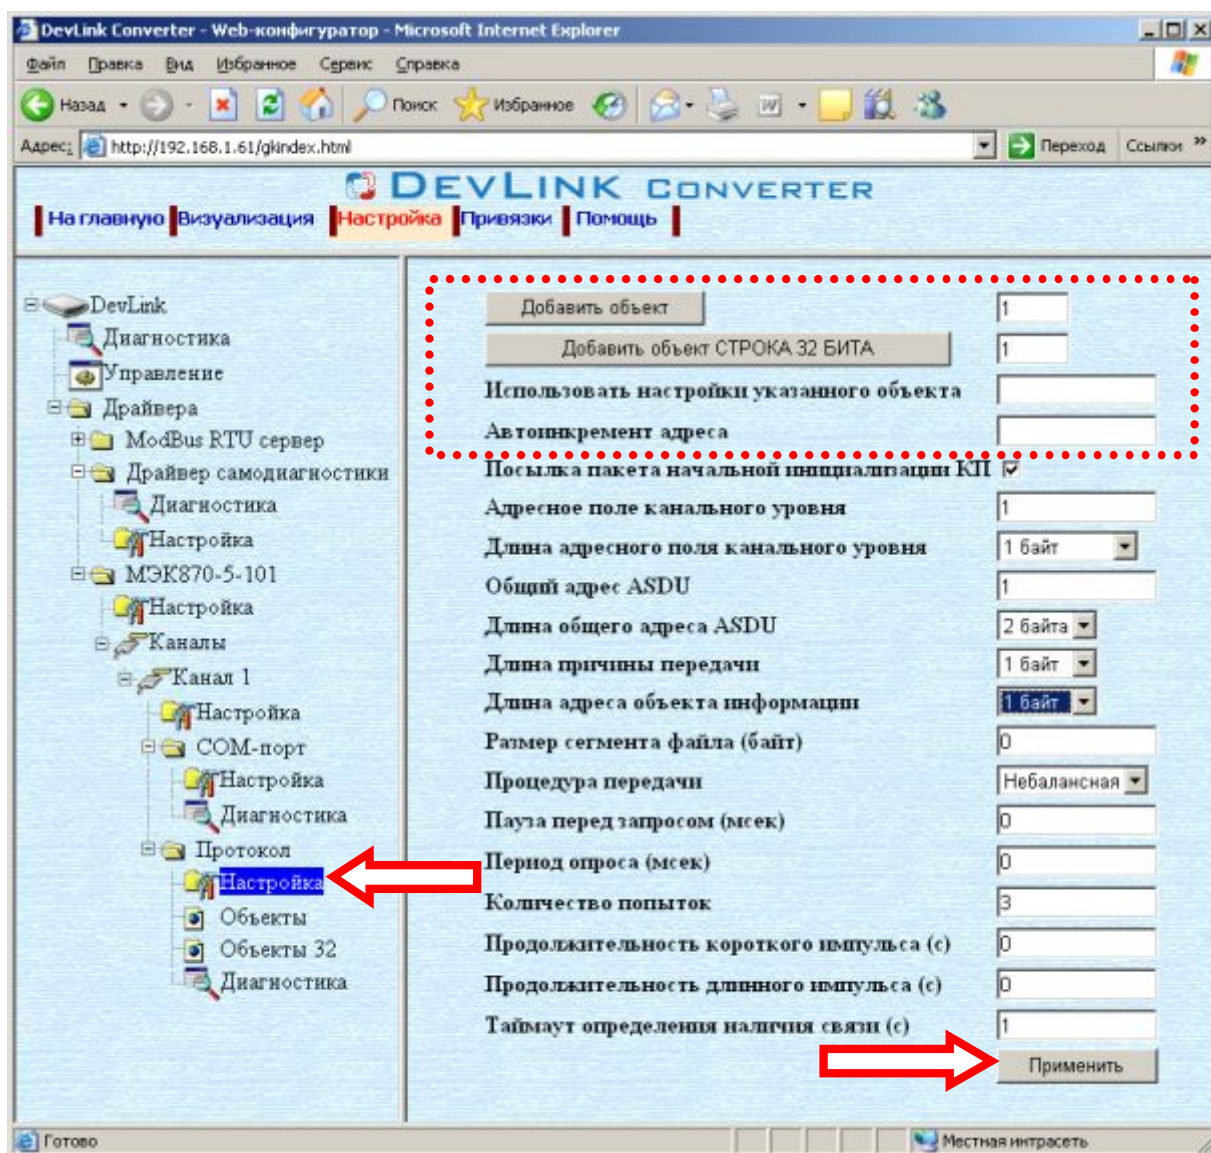

Рисунок 3.5 – Добавление объекта информации в канал
- Выберите в дереве объектов *папку «Настройка»* протокола драйвера нужного канала (рисунок 3.5).
- Нажмите на кнопку «Добавить объект...». В результате будет произведено добавление в канал соответствующего количества новых объектов информации. Дерево объектов будет обновлено. Папка «Объекты» канала драйвера должна содержать новые объекты информации (рисунок 3.5).